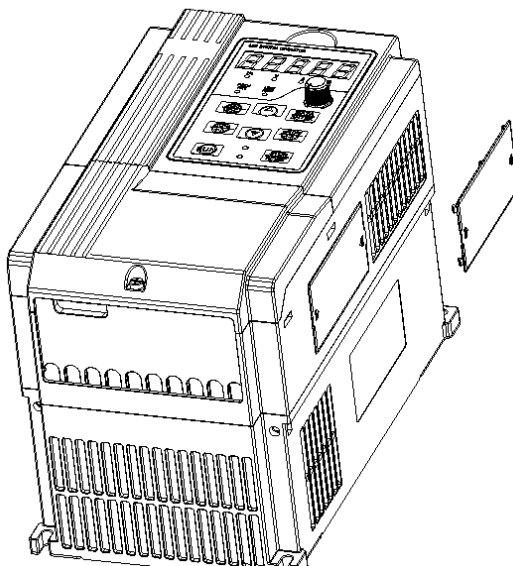

Рис. 3-8. Демонтаж и монтаж пылезащитного кожуха
- a.** Монтаж пылезащитного кожуха: пылезащитный кожух, согласно Рис. 3-8, монтируется параллельно корпусу. Доступно для моделей до 22 кВт.